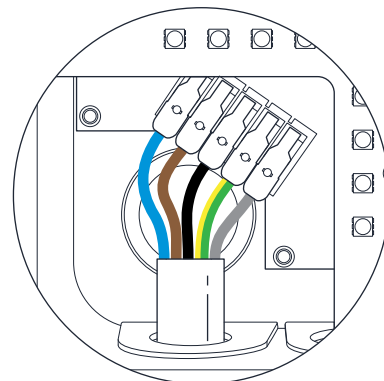

Abb. 8 - Adernfolge des Stromversorgungskabels
16. Stecken Sie die Leiter des Netzkabels in die auf der Leiterplatte angebrachten Steckverbinder und schließen Sie jeweils den Steckerhebel. Achten Sie darauf, dass die Drähte vollständig in die Steckverbinder eingeführt sind, dass keine abisolierten Teile der Drähte oder Litzendrähte sichtbar sein dürfen (elektrischer Schutz gegen direkten Kontakt). Ein unsachgemäßer Anschluss kann zu Fehlkontakten führen, die unter Umständen eine Brandgefahr darstellen. **(Abb. 8)**